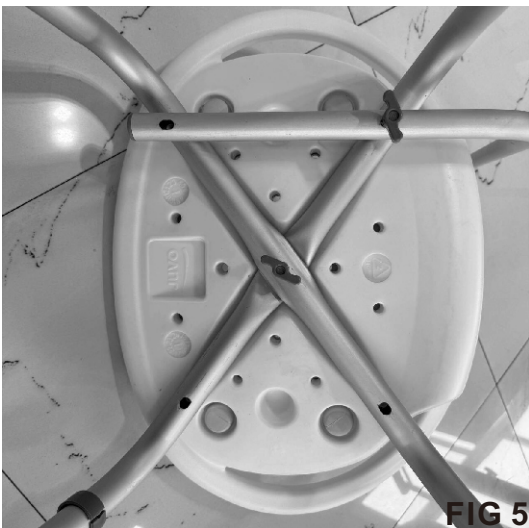

FIG 5
- Befestigen Sie die Rückenstützstange und die U-förmige Beinstütze mit zwei Schmetterlingsschrauben mit Unterlegscheiben – lang – an der Unterseite des Stuhls (siehe Abb. 5). Nicht zu fest anziehen.